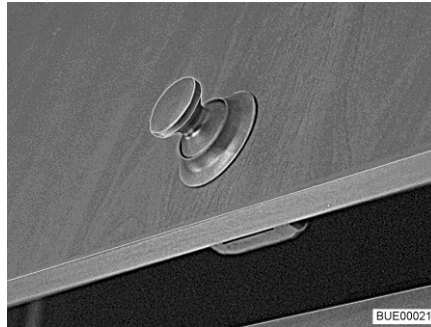
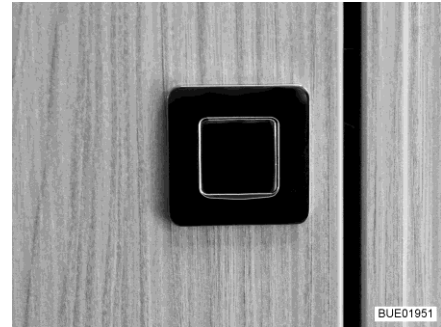

Fig. 61 Trampilla de muebles con botón de presión (redondo)
Fig. 62 Trampilla de muebles con botón de presión (rectangular)
- Pulsar la parte interior de la cerradura. El botón de presión (Fig. 61 o Fig. 62) salta hacia fuera.